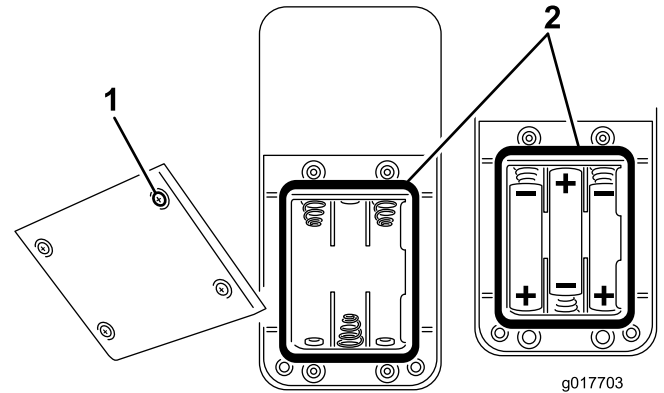

Figure 31
2. Si le compartiment est vide, utilisez trois piles AAA neuves. Prenez soin de placer les piles dans le sens indiqué à la Figure 31.
Prenez soin de placer les piles dans le sens indiqué à la Figure 31.